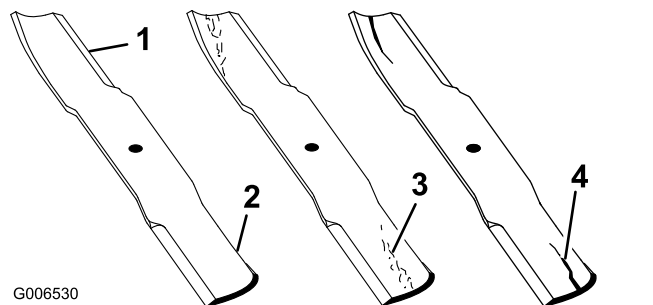

Рисунок 57
1. Осмотрите режущие кромки (Рисунок 57).
4. При обнаружении признаков повреждения, износа или образования зазора в этой области немедленно замените нож (Рисунок 57).